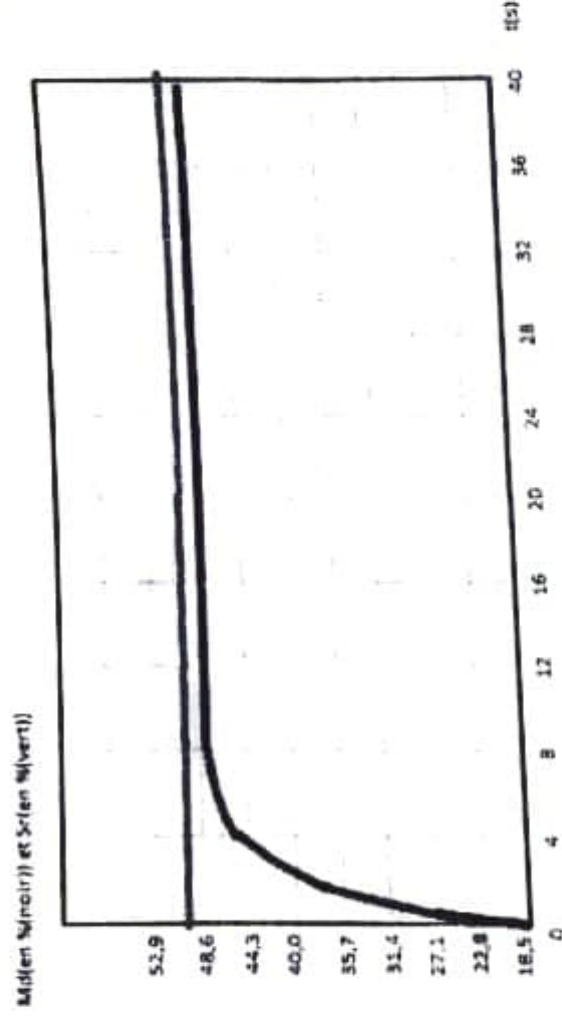

Figure 1 : réponse indicelle du système en boucle ouverte $M_0(t)$
- 1) A partir de la **figure 1**, analyser la stabilité et la précision du système.
- 3) Déterminer les caractéristiques de ce système. On pourra utiliser la figure 1.